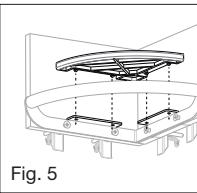

Fig. 5
9. Coloca el estante de plástico en el soporte para estante y asegúrate de que las clavijas de plástico encajen en los orificios del soporte. Presiona firmemente para encajarlas en su lugar. (Fig. 5)